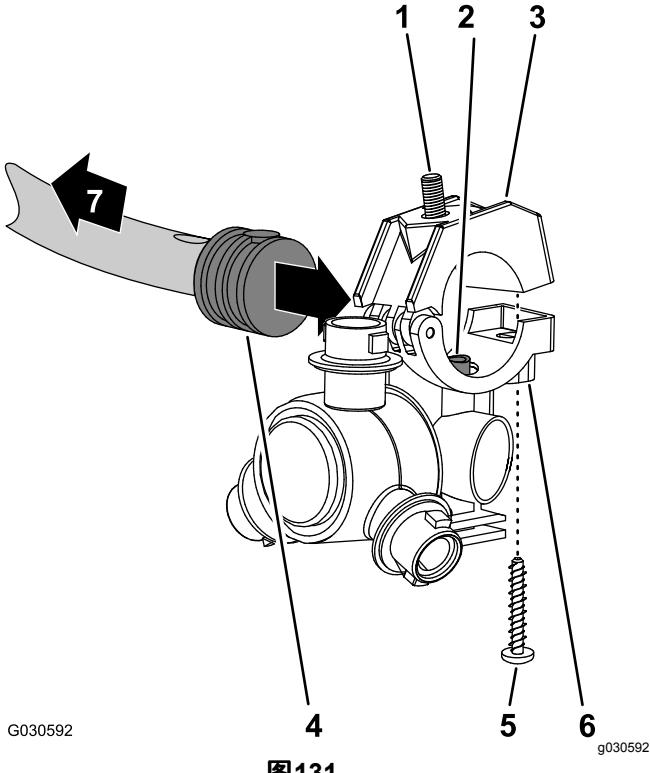

图131
- 将喷嘴鞍座中的转接管 **图131** 与单宝塔软管柄 1/2 英寸一侧中的孔对齐。
- 闭合夹具上半部分将宝塔软管柄夹在其中然后使用不锈钢螺丝 #12 x 1 1/4 英寸将夹具上半部分与喷嘴主体 **图131** 固定到一起上紧不锈钢螺丝扭矩至 14~18N·m。